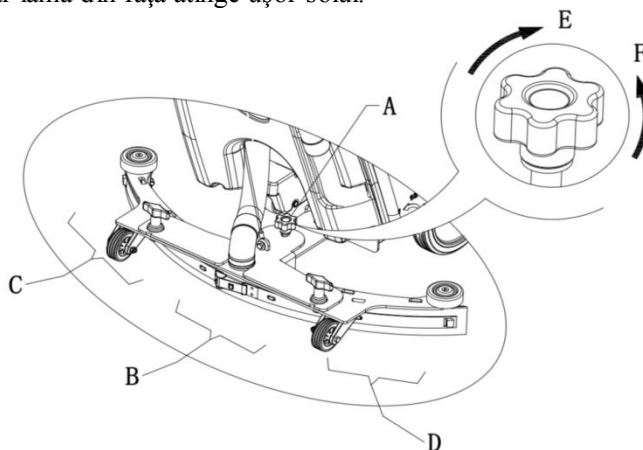

Figura 6
1. Instalați mopul și strângeți piulița (16), apoi conectați furtunul de aspirare (11) la mop.
2. Ajustați mopul cu ajutorul mânerului de ajustare (A, Figura 6).
- a) Dacă este un spațiu gol între podea și secțiunea din mijloc a lamei din spate a mopului (B) ajustați butonul (A) în direcția invers acelor de ceasornic (F) până când toată suprafața lamei din spate a mopului este în contact cu solul, iar lama din față atinge ușor solul.
- b) Dacă este un spațiu gol între podea și ambele capete ale lamei din spate a mopului (C și D) ajustați butonul (A) în direcția acelor de ceasornic (E) până când toată suprafața lamei din spate a mopului este în contact cu solul, iar lama din față atinge ușor solul.